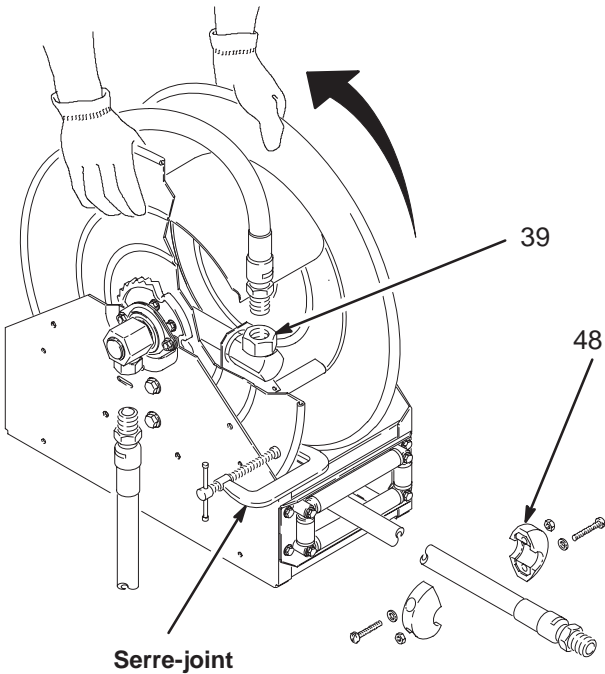

Fig. 5
3. Déverrouiller le tambour de l'enrouleur et le laisser tourner doucement jusqu'à ce que le ressort soit complètement détendu. Tourner ensuite l'enrouleur dans le sens de la flèche comme indiqué à la Fig. 5 pour obtenir la tension requise pour le flexible en cours de montage. Le tableau suivant indique le nombre de rotations requis pour chaque flexible.
4. Fixer un serre-joints sur le flasque de l'enrouleur, comme indiqué à la Fig. 5 afin d'empêcher l'enrouleur de se déverrouiller de façon accidentelle et de tourner librement.